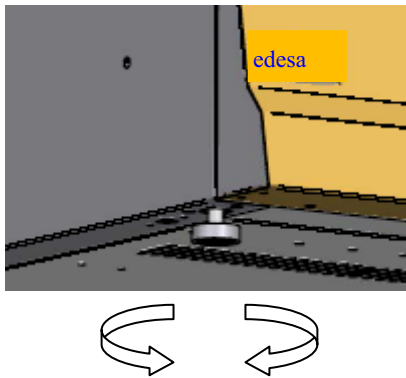

Fig. 2
- * Nivelar y regular la altura del aparato.(Fig. 2)